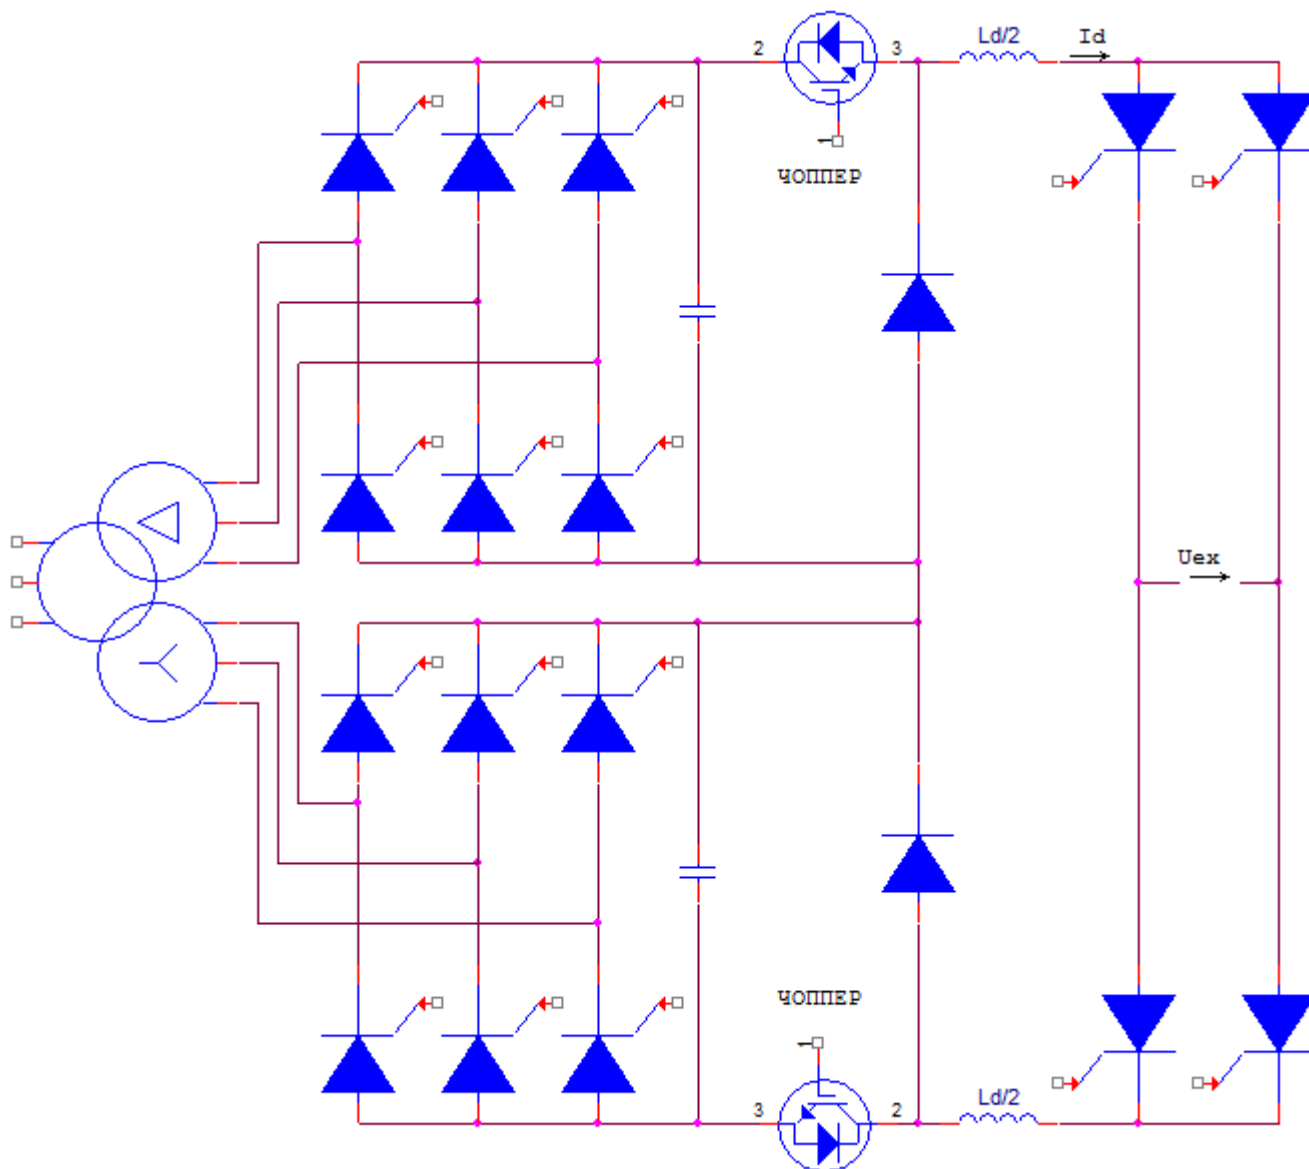

Рис. 2. Схема мощных исполнений Т5С от 1.6 МВт до 4 МВт
- 1.4. Чтобы обеспечить оптимальную форму тока в питающей сети, схема мощных исполнений Т5 строится на базе 12-пульсного выпрямителя (Рис.2). Выпрямитель запитан от трансформатора с двумя группами вторичных обмоток, сдвинутых по фазе на 30°, по схеме «звезда» у первой группы и «треугольник» у второй группы. В результате на первичной стороне трансформатора достигается высокое качество формы потребляемого тока (близость к синусоиде).